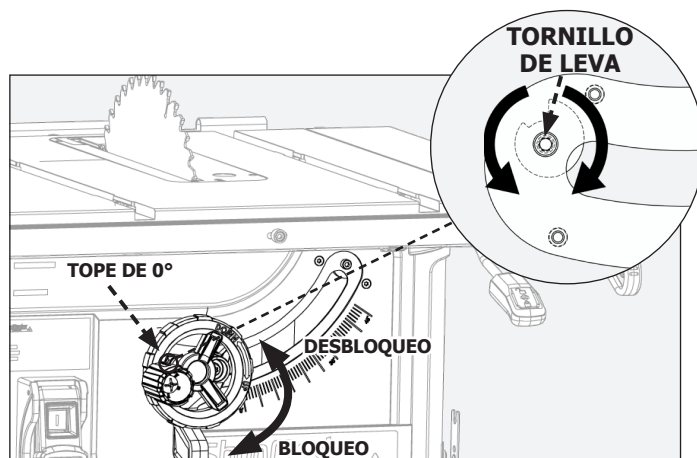

FIGURA 33
Si la hoja no está verticalmente en ángulo recto con la mesa, debe ajustar la leva de tope de bisel de 0° , tal como se muestra en la FIGURA 33.
2. Afloje el tornillo de sombrerete que bloquea la leva de tope de bisel de 0° en su lugar (centro de la leva). Tal como se muestra en la FIGURA 33.